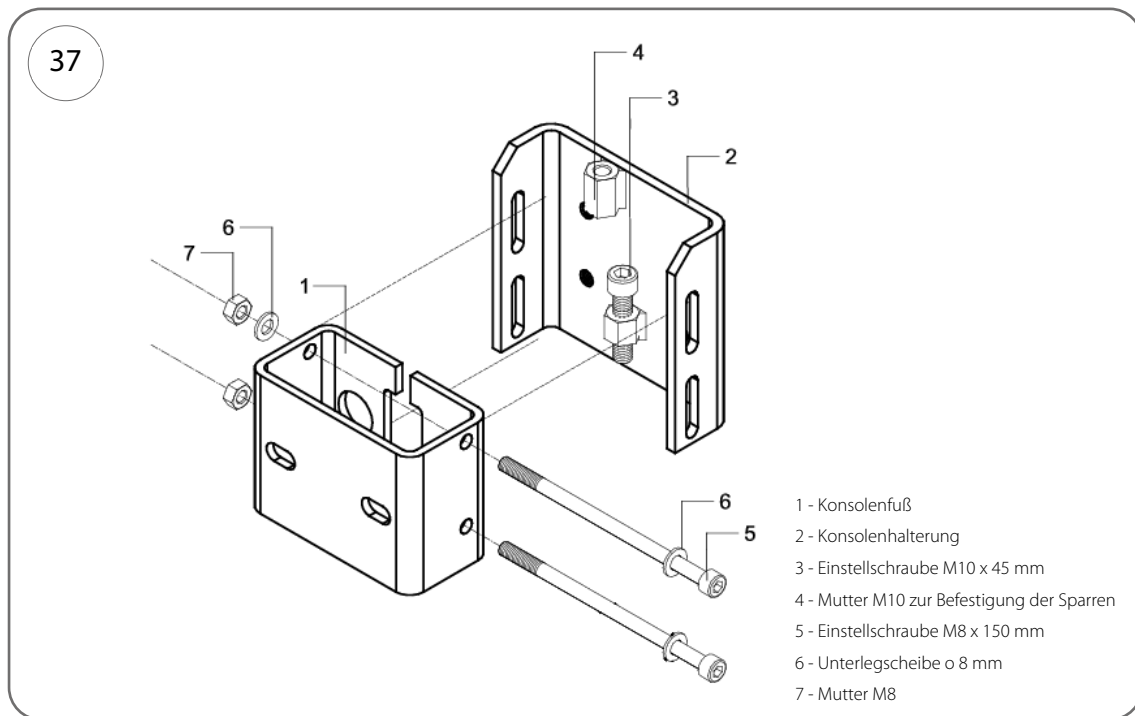
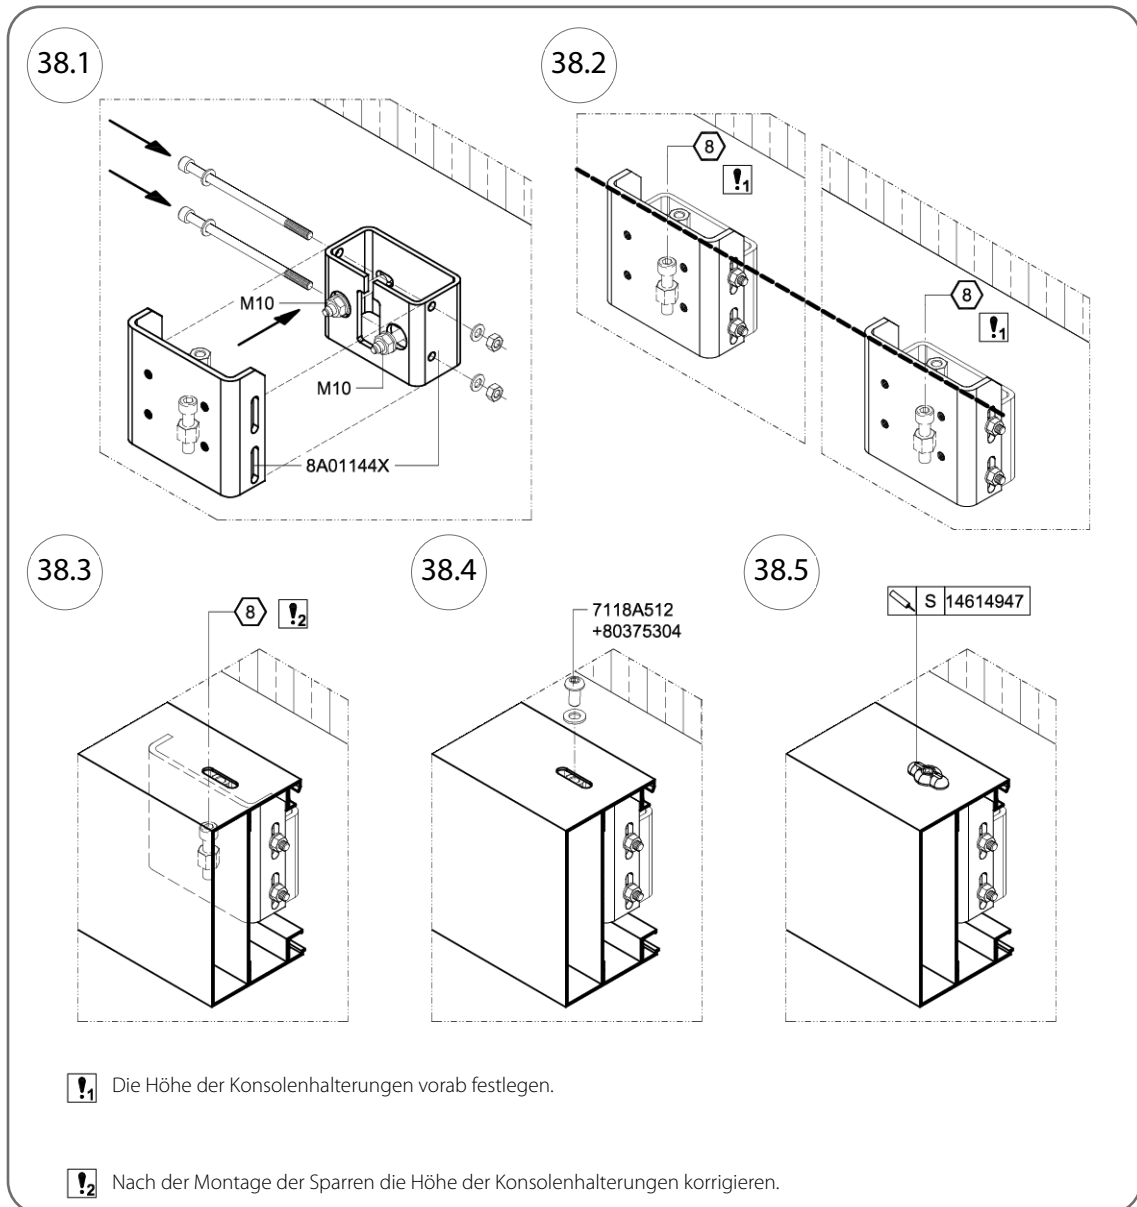

Abb. 37
Abb. 38
6. Befestigen Sie den Sparren endgültig, indem Sie die M10 x 20 mm-Schrauben mit Unterlegscheiben (Kat.-Nr. 7118A512+80375304, Abb. 38.4) in die Muttern (4) eindrehen, wie in Abb. 37 und Abb. 38 dargestellt.
2. Aus der Konsole 8A01144X die Schrauben M8 x 150 mm herausdrehen [siehe Abb. 37 – Bauteile-Nr. (5)].
3. Die Konsolenbasis [siehe Abb. 37 – Bauteile-Nr. (1)] auf die in der Wand verankerten Dübel setzen und mit M10-Muttern und Unterlegscheiben festschrauben.
4. Je 4 Schrauben M10 x 20 mm durch die Löcher in der Pfette und in jeder Platte führen und in die Konsolenhalterung einschrauben [siehe Abb. 37 – Bauteile Nr. 2]].
5. Die Konsolenhalterung (2) aufsetzen und mit M8x150-mm-Schrauben (5) an der Basis (1) befestigen.
6. Durch die Löcher in der Pfette und in jeder Platte jeweils 4 Schrauben M10 x 20 mm führen und diese in die Konsolenhalterung (2) eindrehen.